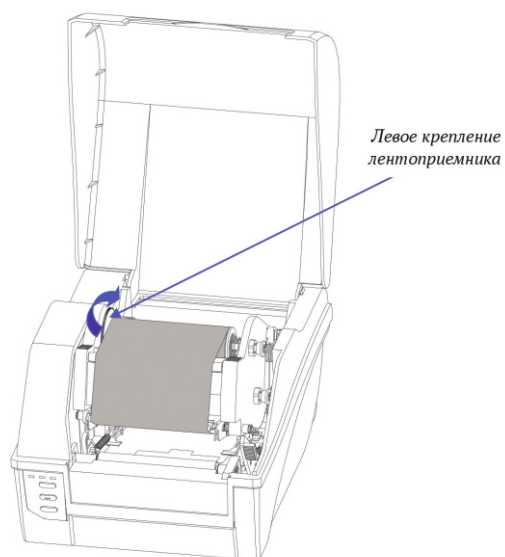

Рисунок 2-10 Загруженный рулон красящей ленты
8. Поверните левое крепление лентоприемника, чтобы убедиться, что лента плотно и ровно уложена, см. рис. 2-10.